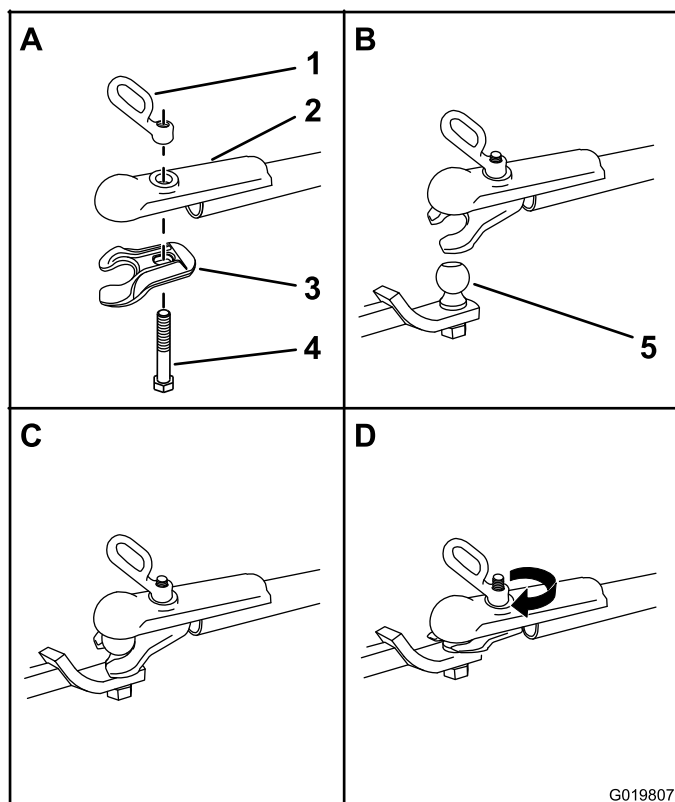

Figura 16
1. Aplique sellador de roscas no permanente a las roscas del perno del acoplamiento para evitar que la manivela del acoplamiento se afloje (Figura 16).